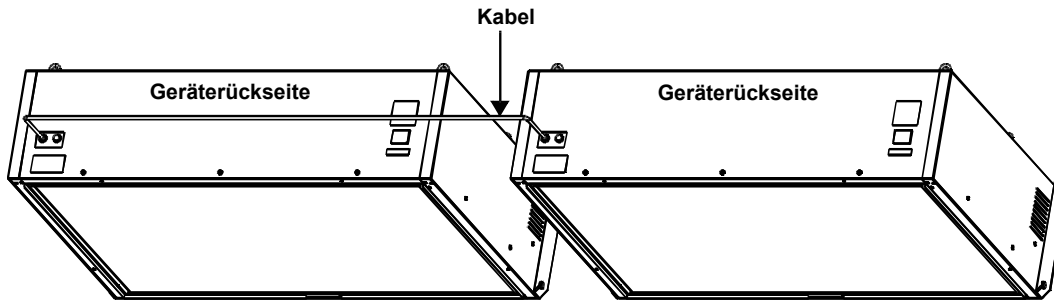

Abbildung 12. Kabelanschluss bei der Doppeldeckenleuchte
9. Schließen Sie das Doppel-Leuchtkörperkabel an beiden Leuchtkörpern an. Siehe Abbildung 12